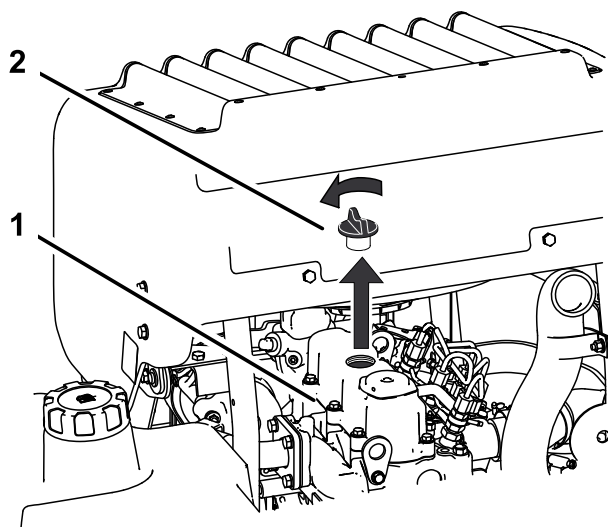

Figure 40
6. Retirez le bouchon de remplissage d'huile en haut du moteur (Figure 40). Cela facilitera la vidange de l'huile.
2. Retirez le bouchon de remplissage et la jauge (Figure 40).